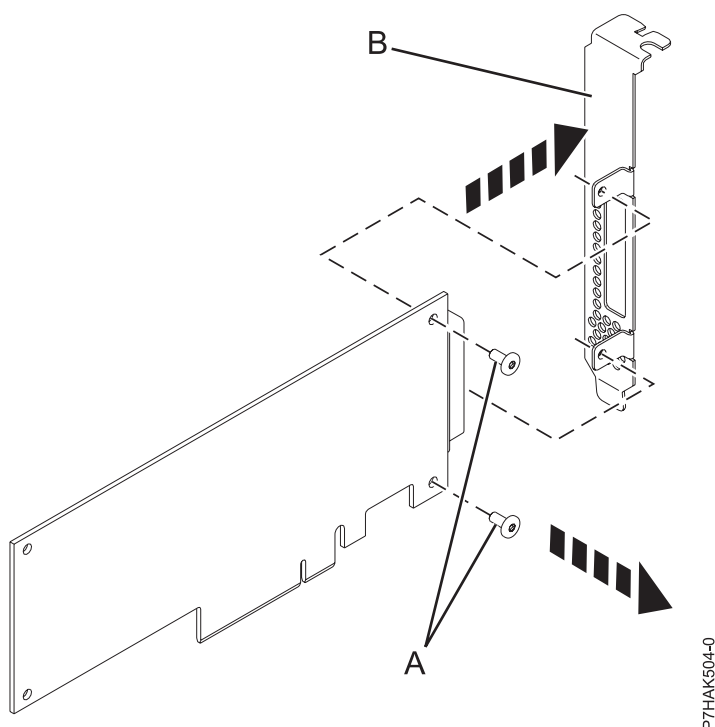

Figura 12. Extracción de la contrapunta de perfil alto de un adaptador PCI nuevo
7. Mediante un destornillador Phillips, desenrosque los dos tornillos (A) que sujetan la contrapunta (B) al nuevo adaptador PCI, como se muestra en la Figura 12.